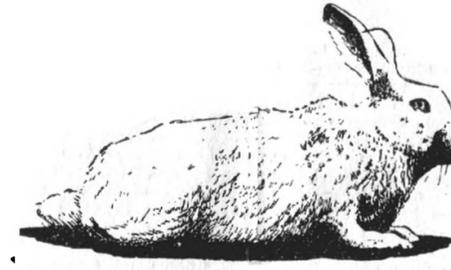

Рис. 2. Серебристый кролик
**Серебристый кролик** (рис. 2). Это тоже крупные кролики. Выведены они у нас в стране. мех у серебристого кролика — густой и мягкий, серебристо-голубой, светлой окраски. Голова, уши, передняя часть туловища и лапы обычно темные.